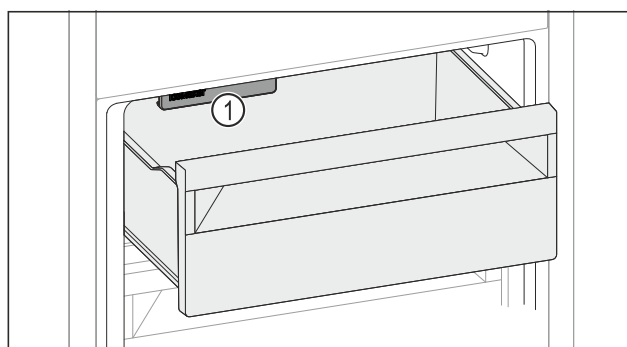

Fig. 182
- Uzmite u obzir IceMaker Fig. 182 (1).